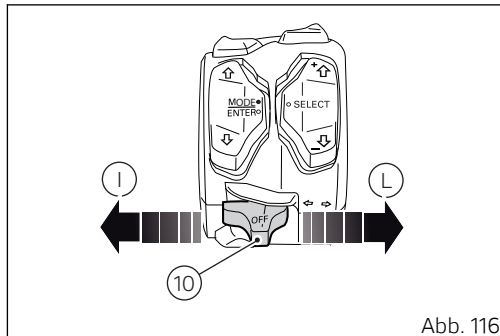

Abb. 116
Wird die Zündung ausgeschaltet, wird die Anzeige der Standlichtaktivierung eingeblendet: wird dann die Taste (10, Abb. 116) in die Position (I) gedrückt, werden die Standlichter aktiviert.